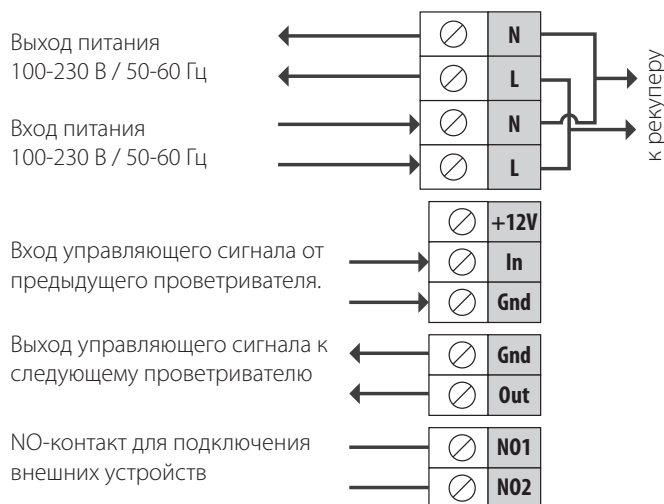

Рис. 16
6. При подключении с помощью кабеля питания заведите кабель питания (см. рис. 10) и выполните подключение рекупера согласно схеме внешних подключений (см. рис. 16). Кабель питания и